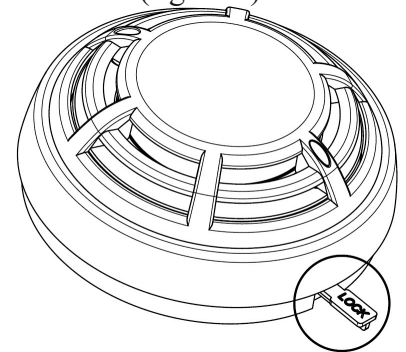

Fig. 4
- Si el detector está bloqueado en la base y desea desbloquearlo, inserte primero la llave en la posición indicada (fig. 4) y gire el detector en el sentido contrario a las agujas del reloj.